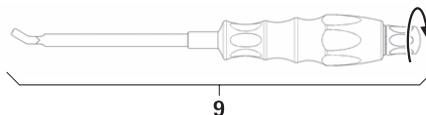

Рис. 14
- ▶ Осуществить монтаж инструмента для установки стержней 9, см. Рис. 14.